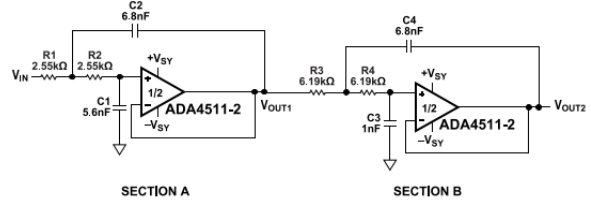

図87.  $-3\text{dB}$ 帯域幅が $10\text{kHz}$ の4極ローパス・フィルタ
高入力インピーダンス、広帯域幅、低入力バイアス電流、DC精度を特長とするADA4511-2は、アクティブ・フィルタ・アプリケーションに最適です。図87は、4極サレンキー・バターワース・ローパス・フィルタ構成におけるADA4511-2を示します。4極ローパス・フィルタには2つの複素共役の極ペアがあり、2極ローパス・フィルタをカスケード接続することで実現できます。セクションAとセクションBはユニティ・ゲインの2極ローパス・フィルタとして構成されます。表7に、バターワース・フィルタの各段に関連する性能指数 (Q) 条件と極の位置を示します。次数の異なるフィルタのs平面上の極の位置およびQ条件については、リニア回路設計ハンドブック (ADA Analog Dialogで入手可能) の第8章アナログ・フィルタを参照してください